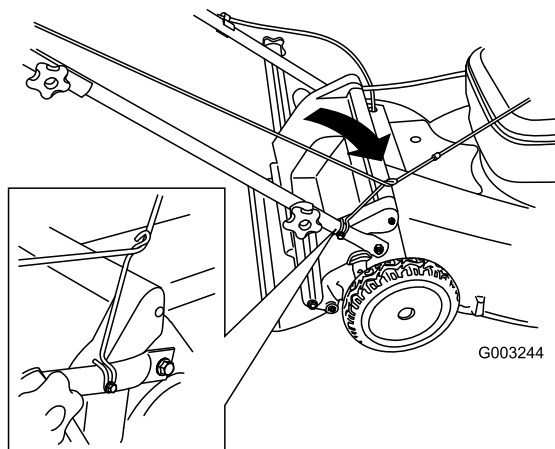

Figura 35
3. Pase la cuerda del arrancador alrededor de la guía de cuerda inferior (Figura 35).